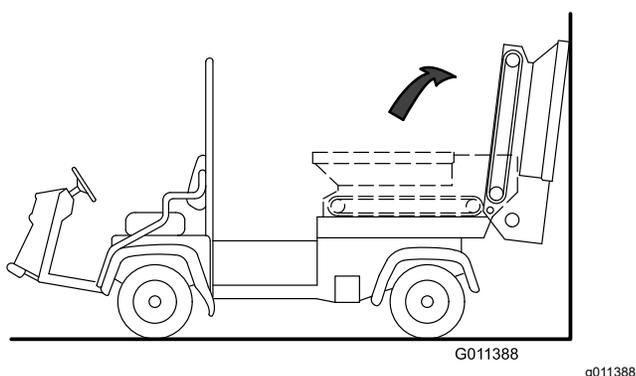

Figura 32
3. Incline a tremonha para trás e encoste-a contra uma parede, poste, escada, etc. (Figura 32).
Certifique-se de que a tremonha é inclinada para além do centro e/ou fixada à parede ou poste para prevenir que caia acidentalmente na área de trabalho (Figura 32).
- 3. Cuidadosamente, rode a tremonha para baixo para as calhas da estrutura de deslizamento; consulte Figura 32 da Desmontar a plataforma lateral \(página 23\)